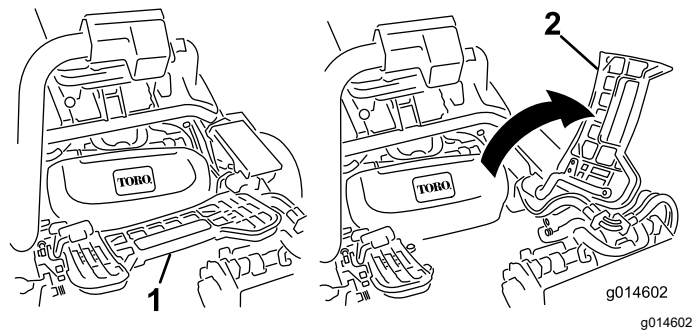

Figure 68
2. Relevez le repose-pieds pour accéder à la position de l'unité de coupe centrale (Figure 68).